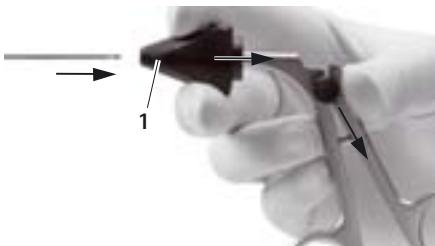

Fig. 8
- Puxar a estrela rotativa 1 até ao batente e mantê-la nesta posição, ver Fig. 8.